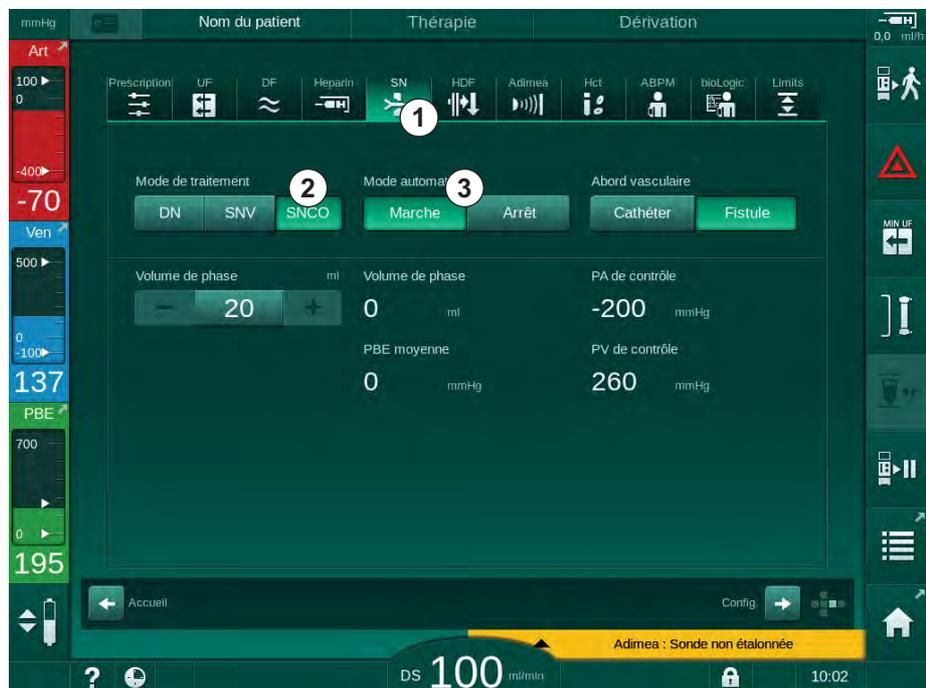

Fig. 9-1 Passer à une thérapie simple aiguille Cross-Over
2. Toucher l'icône *SA* (Fig. 9-1, ①).